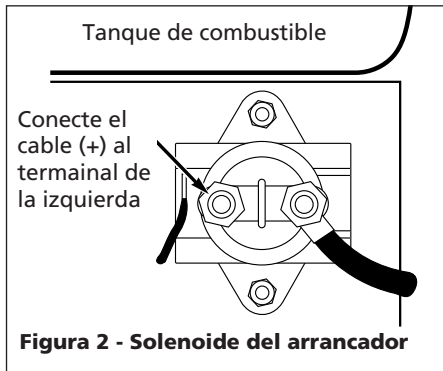

Figura 2 - Solenoide del arrancador
3. Conecte el cable positivo (rojo) de la batería al terminal izquierdo y colóquele la tuerca de 6,4 mm (1/4"). Después de apretarla con la mano, déle otra vuelta completa (Vea la Figura 2).